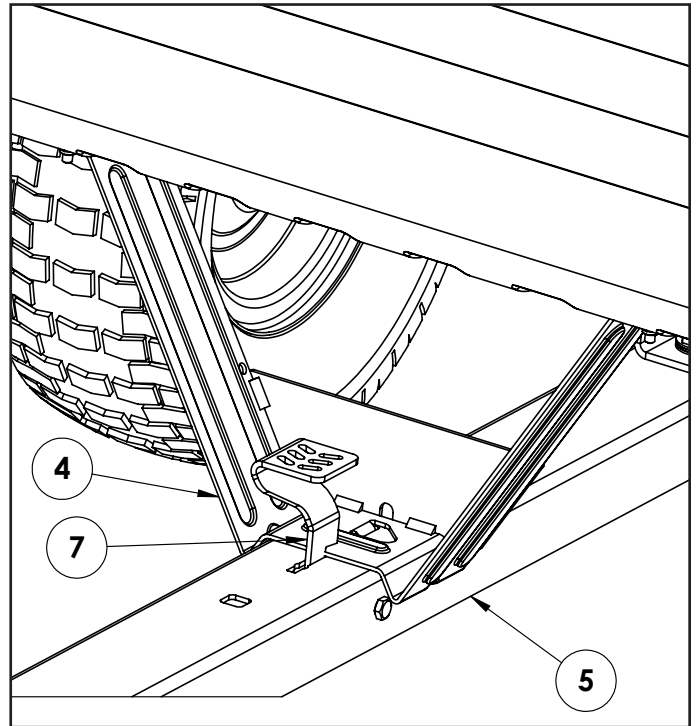

FIGURA 11
PASO 11: (VEA LA FIGURA 11)
- Para asegurar el soporte del pestillo (4) a la lengüeta giratoria (5), deberá seguir estos pasos:
- Presione el pedal del pestillo (7) y coloque el soporte del pestillo (4) sobre la lengüeta giratoria (5).
- Suelte el pestillo del pedal (7).